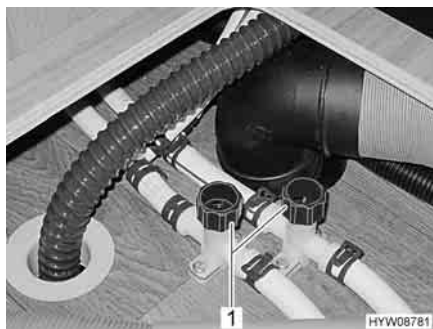
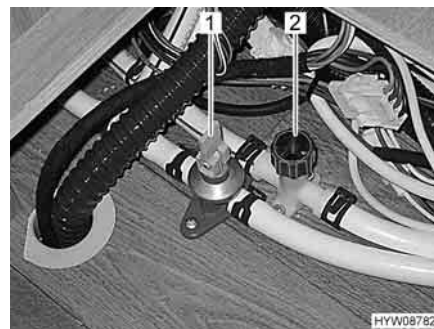

Fig. 157 Rubinetti di scarico scaldacqua
Fig. 158 Riscaldamento boiler Alde
- Chiudere tutti i rubinetti di scarico. A tal fine ruotare i coperchi (Fig. 157,1 o Fig. 158,2) in senso orario oppure posizionare la leva a bilanciere (Fig. 158,1) in posizione orizzontale.